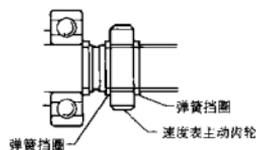

图 10-70
(11) 在输出轴前段安装速度表主动齿轮（图 10-70）。